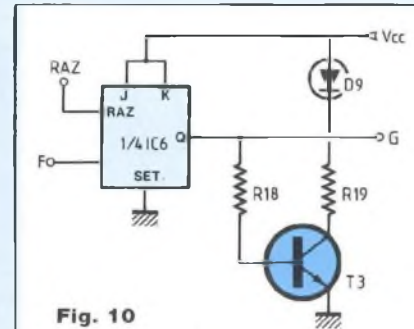

Fig. 10
c) Mémorisation et information visuelle sur la position du fer (fig. 10)